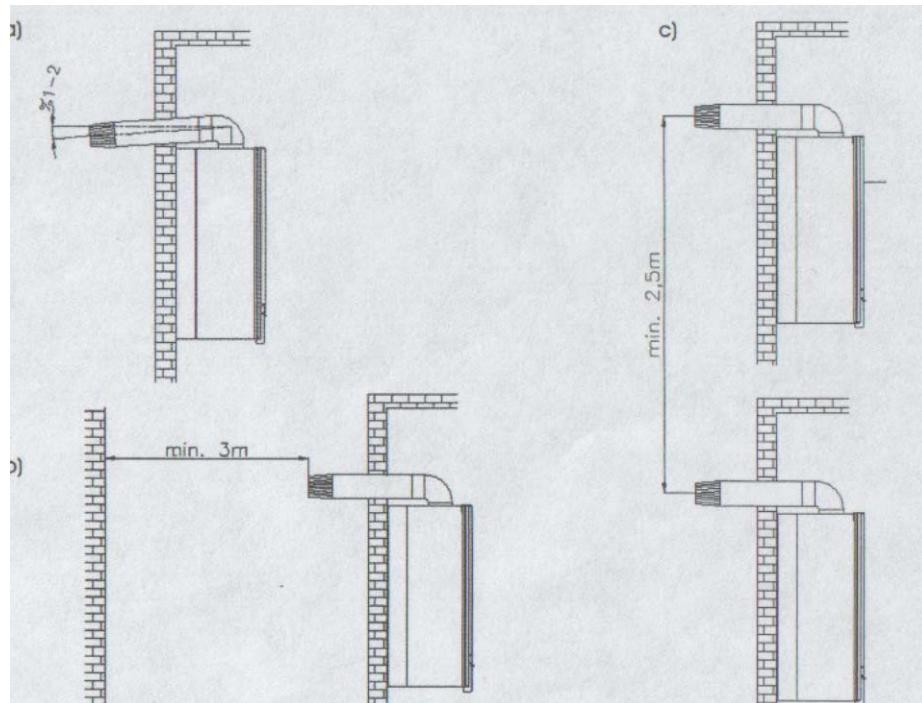

Рисунок 10
- В оборудовании типа С горизонтальные выходные концы, для предотвращение попадания дождевой воды в аппарат, должны монтироваться с наружной стороны с 1-2% наклоном вниз (Рис.10а).
- Расстояние между концом выхода выхлопных газов и противоположным зданием должно быть минимум 3м. (Рис.10б)
- Расстояние от конца выхода вытяжки оборудования типа С прямо наверх должно быть минимум 2,5м. Кроме того, концы выходов выхлопных газов, должны находиться под окном на расстоянии 30 см вниз (Рис.10с).